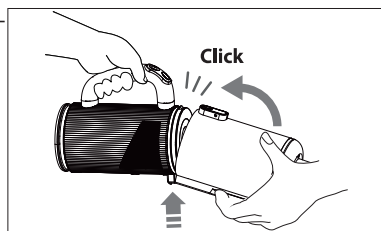

Fig. 22 – Montaggio del contenitore della polvere
- ▶ Spingere con cautela il contenitore della polvere verso l'alto finché non scatta in posizione (**vedere Fig. 22**).